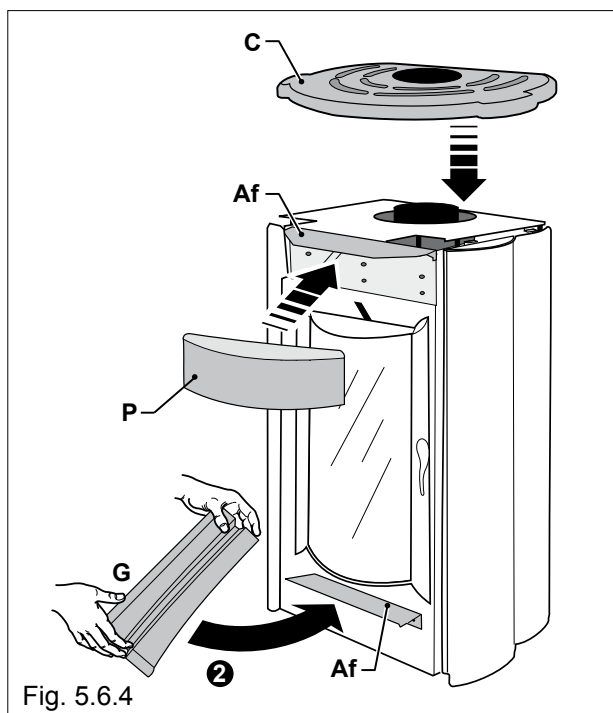

Fig. 5.6.4
- appoggiarlo alla staffa di supporto (Af) (Fig.5.6.4) in modo che la parte piegata di quest'ultima vada ad inserirsi nella scanalatura interna del frontalino.
Una volta montati i fianchi e i frontalini posizionare il coperchio superiore (C) avendo cura di farlo coincidere con l'ingombro disegnato dai fianchi e dal frontalino superiore (Fig.5.6.4). Accertarsi quindi che risulti ben incastrato sulla struttura sottostante. Nel caso abbiate mantenuto l'uscita fumi superiore si potrà poi procedere al collegamento fumario direttamente dal bocchettone fumi lasciato libero dal coperchio in ceramica. Nel caso invece abbiate optato per l'uscita fumi posteriore si potrà chiudere il foro del coperchio ceramico con l'apposito tappo, in dotazione.
- put it against the supporting bracket (**Af**) (Fig.5.6.4) so the bent part of the bracket fits in the inside groove of the front piece.
- so auf den Halterungsbügel aufsetzen (**Af**) (Abb.5.6.4), dass der gebogene Teil des Bügels in die Innennut der Vorderblende gleitet.